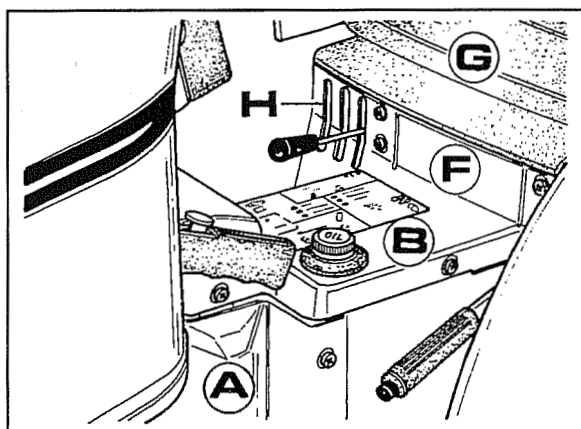

Fig. 9
- 1 Retirar o assento **G**, a protecção central **B** e os partes **A-H** tal como mostra a fig.9.